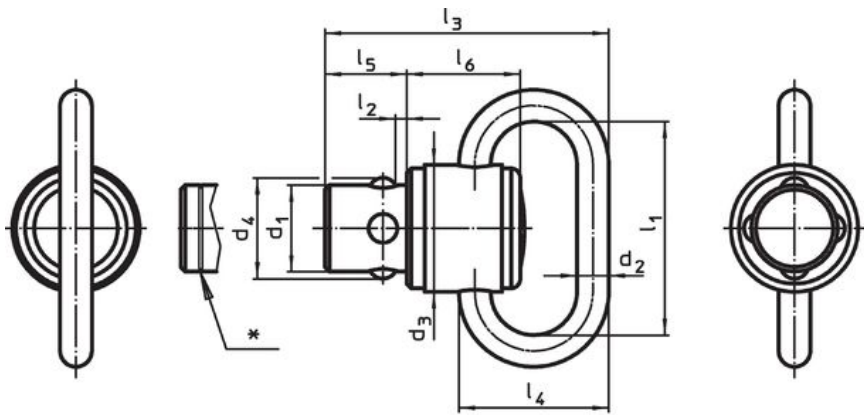

図 1
位置l₁ (ブッシュ図2,3,4)もしくはl₂ (ボールロックコネクタ図1)=1.5mmの場合目印溝付
* l₁ (図2,3,4), l₂ (図1)= 1,5 mmの場合マーキング付